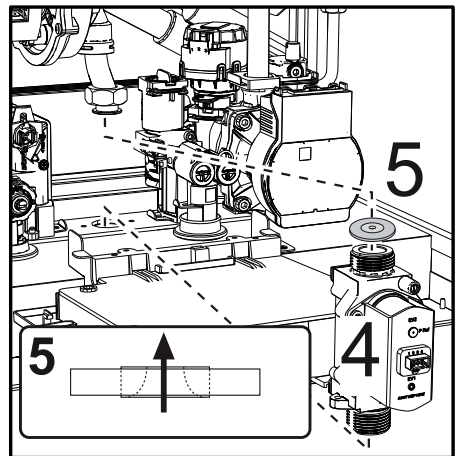

fig. 46
- Scoateți valva de gaz „4” și diafragma pentru gaz „5” (fig. 46).